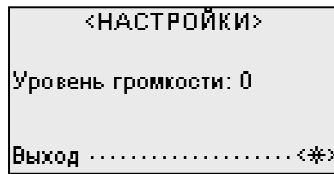

Рис. 29 Меню настройки громкости сигналов
- в экранной форме (Рис. 29) ввести с клавиатуры изделия цифру от 0 до 9, соответствующую желаемому уровню громкости (0 – отсутствие звука, 9 – максимальная громкость);